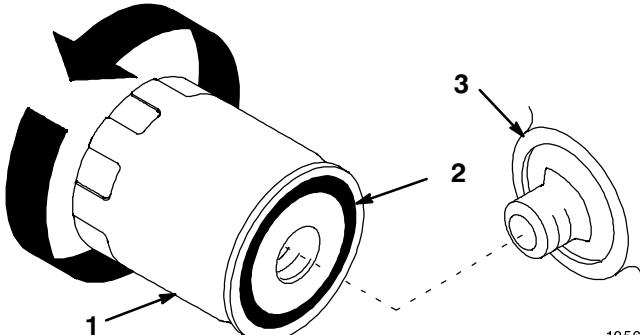

Bild 17
6. Wechseln Sie den Motorölfilter (Bild 17).
2. Entfernen Sie den AltfILTER und wischen die Dichtfläche am Anbaustutzen (Bild 17) ab.
3. Ölen Sie die Gummidichtung am Austauschfilter (Bild 17) leicht mit Frischöl ein.
4. Drehen Sie den Austauschfilter auf den Anbaustutzen auf. Drehen Sie den Ölfilter im Uhrzeigersinn, bis die Gummidichtung den Anbaustutzen berührt. Ziehen Sie ihn dann um eine weitere 1/2 Umdrehung fester (Bild 17).